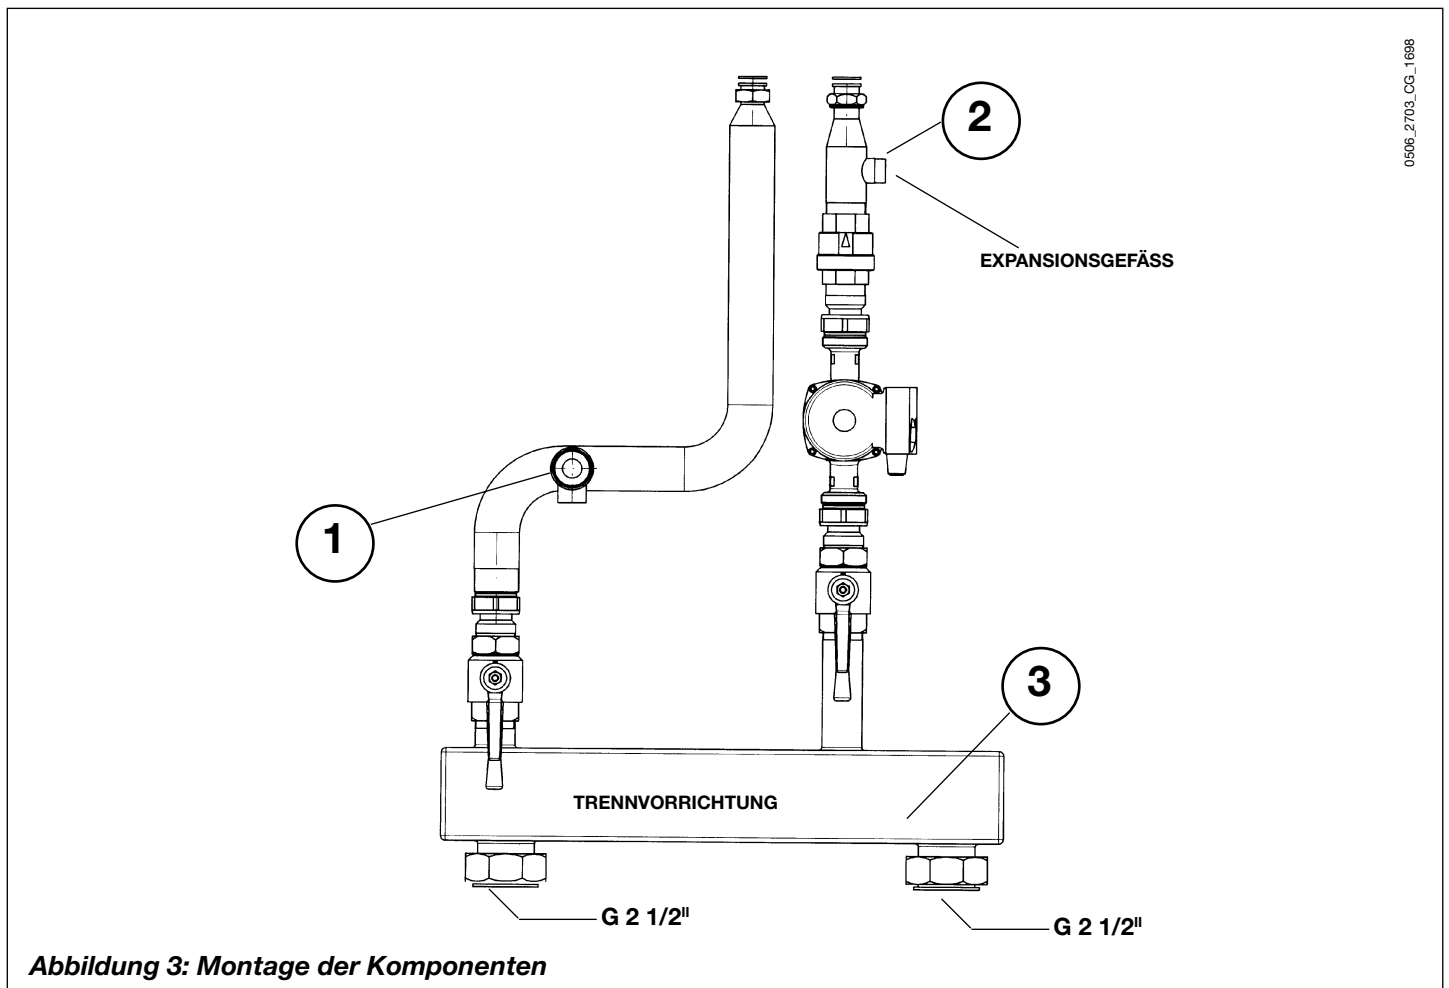

Abbildung 3: Montage der Komponenten
Monter la soupape de sécurité fournie sur le raccord prévu à cet effet (Rep. 1 Figure 3) en interposant le joint G 3/4" entre la réduction et le raccord. Raccorder l'évacuation de la soupape de sécurité à un système à siphon.
Dimensionner le vase d'expansion, non fourni dans le kit, en fonction de la capacité du circuit et à partir des calculs normaux, en le reliant au groupe de la soupape de retenue (Rep. 2 Figure 3).
Le séparateur hydraulique, fourni, sert à séparer la circulation de l'installation de chauffage en maintenant la circulation de la chaudière constante en cas de pertes de charge (Rep. 3 Figure 3).
Install the safety valve, provided in the kit, to its fitting (ref. 1 Figure 3) with the G 3/4" gasket between the adapter and the fitting itself. Mount the safety valve outlet to a siphon drain pipe.
The expansion vessel (not supplied with the kit) must be dimensioned for the overall capacity of the installation in the normal way, and connected to the check valve (ref. 2 Figure 3).
The circuit separator supplied with the kit separates the heating plant circulation so as to keep a constant flow of water in the boiler independently of losses of load (ref. 3 Figure 3).
Das mitgelieferte Sicherheitsventil an den entsprechenden Anschluss (Pos. 1 Abbildung 3) montieren und dabei die Dichtung G 3/4" zwischen Reduzierstück und Anschluss platzieren. Den Ablauf des Sicherheitsventils an einen Abfluss mit Siphon anschließen.
Die Größe des nicht im Bausatz inbegriffenen Expansionsgefäßes muss dem Fassungsvermögen der gesamten Anlage entsprechend gewählt und das Expansionsgefäß auf der Rückschlagventilgruppe angeschlossen werden (Pos. 2 Abbildung 3).
Die mitgelieferte Trennvorrichtung hat die Aufgabe, den Heizungskreislauf abzutrennen und den Wasserumlauf im Kessel auch bei Laständerungen konstant zu halten (Pos. 3 Abbildung 3).